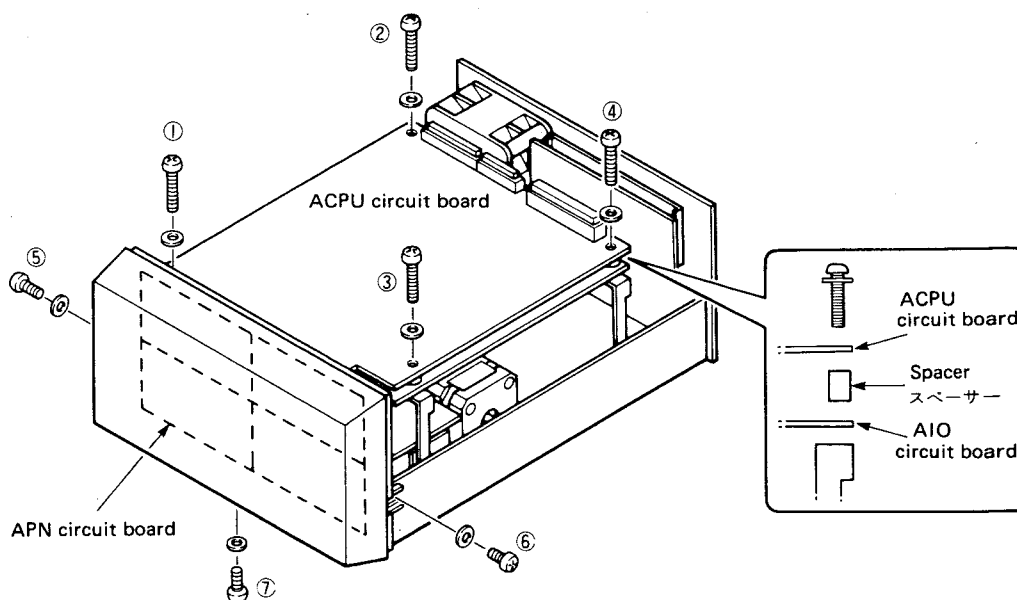

Fig. 2
- Unscrewing screws ① to ④ permits ACPU and AIO circuit boards to be removed (with connectors attached). (See Fig. 2)
*When removing screws ① to ④, be careful not to lose spacers.
- 図2に示すネジ①～④をはずせば、ACPUシートとAIOシート(コネクタが差し込まれた状態で)がはずれます。
*ネジ①～④の取りはずしの際、スペーサーをなくさないようご注意ください。